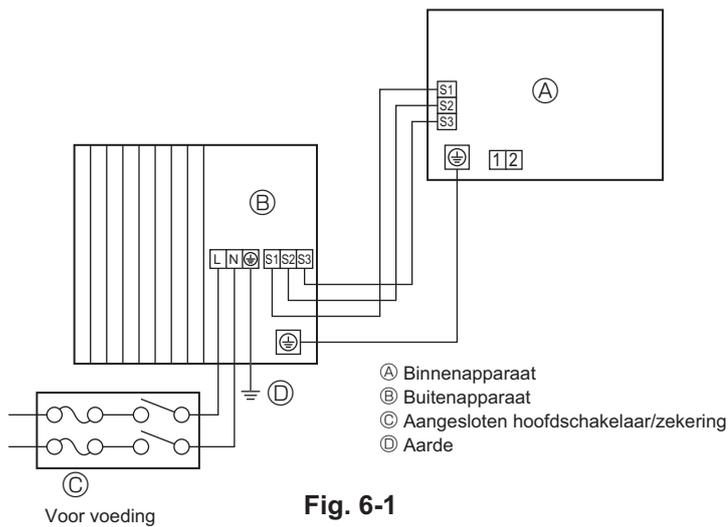
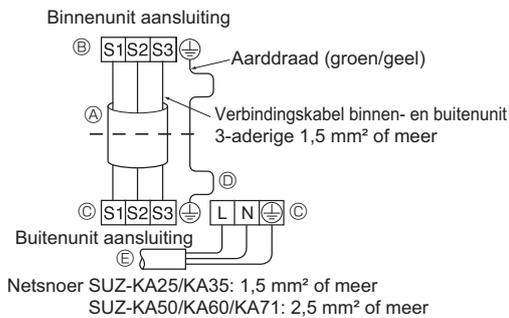
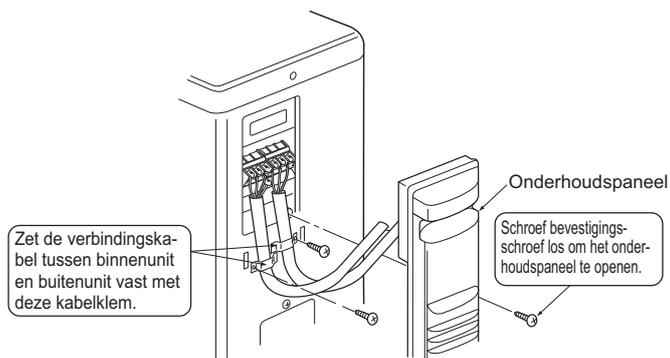
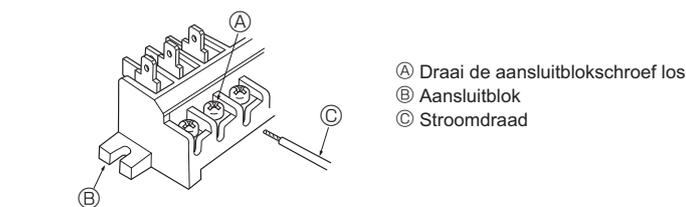

Fig. 6-1
Fig. 6-2
Fig. 6-3
Fig. 6-4
6.1. Buitenunit (Fig. 6-1, Fig. 6-2, Fig. 6-3, Fig. 6-4)
- ① Verwijder het onderhoudspaneel.
- ② Sluit de kabels aan volgens Fig. 6-1, Fig. 6-2, Fig. 6-3 en Fig. 6-4.
- Leg de bedrading aan zoals aangegeven in het diagram links onderaan. (Schaf de kabel ter plaatse aan) (Fig. 6-2)
- ① Aansluitkabel
- ② Aansluitblok voor binnenunit
- ③ Aansluitblok voor buitenunit
- ④ Sluit altijd een aardingsdraad aan die langer is dan de andere kabels.
- ⑤ Voedingskabel
- Zorg dat de kabels goed worden aangesloten. (Fig. 6-4)